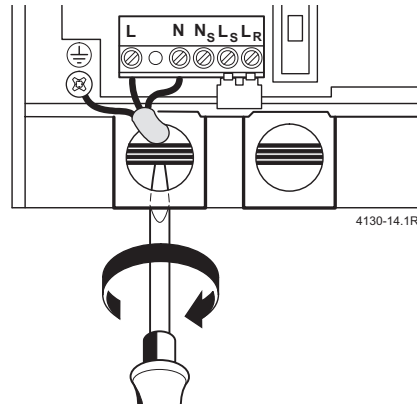

Fig. 17
- ▶ Fare passare il cavo attraverso la guarnizione del passacavo e collegarlo come da fig 17.